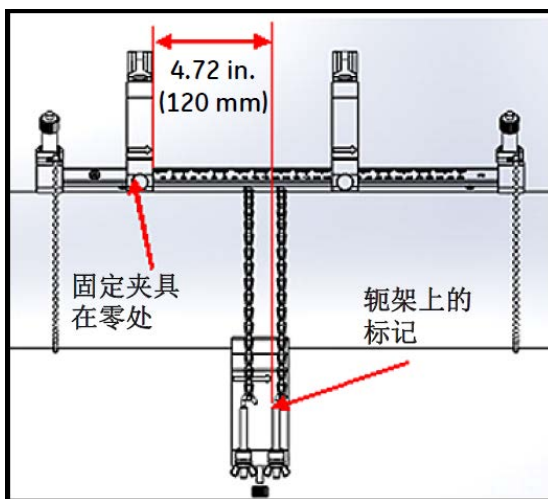

图 30: 轭架设置在 120 mm/4.72 in. 处
- 间距  $<305$  mm （示例中使用 120 mm/4.72 in.）：从固定夹具的边缘到轭架标记线之间，量出所需的 120 mm/4.72 in. 间距 （请参见下面的图 30）。